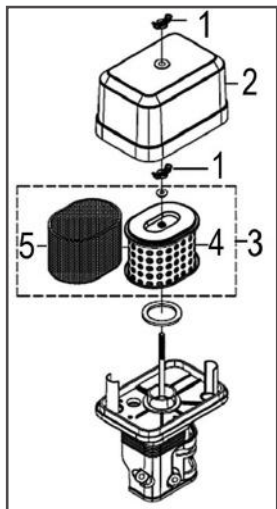

Рис. 17 Обслуживание воздушного фильтра
1. Открутите барашковую гайку 1 и снимите крышку 2 воздушного фильтра (Рис. 17).
2. Открутите барашковую гайку 1 и извлеките воздушный фильтр 3 в сборе (Рис. 17).
3. Проверьте целостность и чистоту фильтрующих элементов. Поролоновый (предварительный) фильтрующий элемент 5 установлен на корпусе бумажного (основного) фильтрующего элемента 4 (Рис. 17).